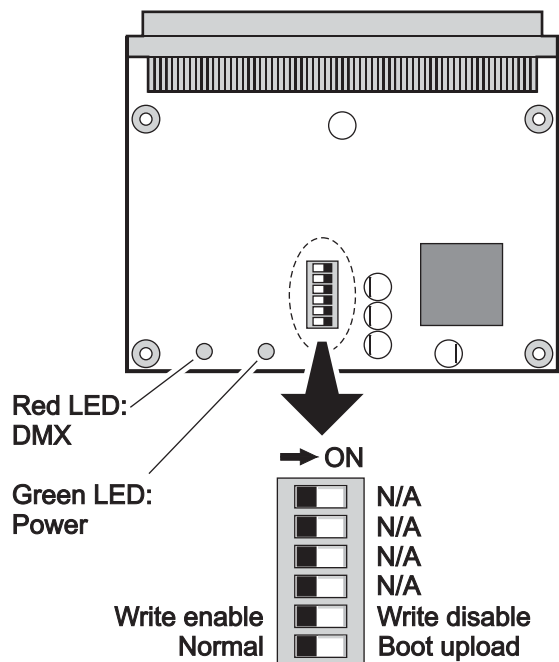

Figure 12: Carte principale et DIP Switch
3. Voir Figure 12. Localisez la barrette de 6 micro interrupteurs sur la carte et placez l'interrupteur 6 sur **ON** (activation du mode boot sector).